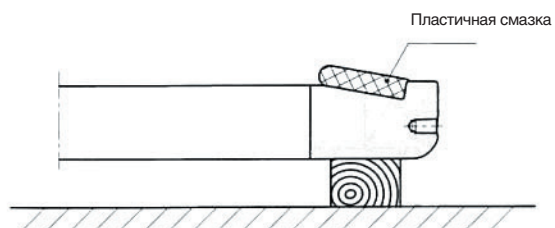

Рис. 3.37
- (1) Нанесите тонким слоем пластичную смазку на наружное кольцо подшипника с меткой А и установите наружное кольцо на доски стороной дорожки качения вверх. (Рис. 3.37)